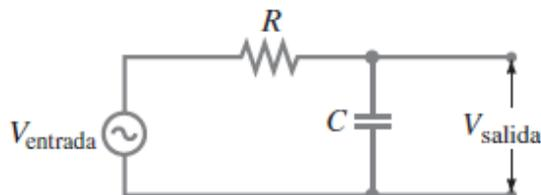

Figura 3. Diagrama de circuito RC de filtro de paso bajo.
En el siguiente esquema de la figura 3 se presenta un circuito RC denominado
4. Una vez que se encuentre en la placa de prototipos, proceda armar el circuito de la figura 3 haciendo uso del resistor y el capacitor que seleccionó anteriormente.
8. Realice el mismo procedimiento anterior, pero esta vez tome el capacitor, luego configura el multímetro a modo de capacitancia (F) y anote el valor real del capacitor en la tabla 1 con su respectiva incertidumbre.